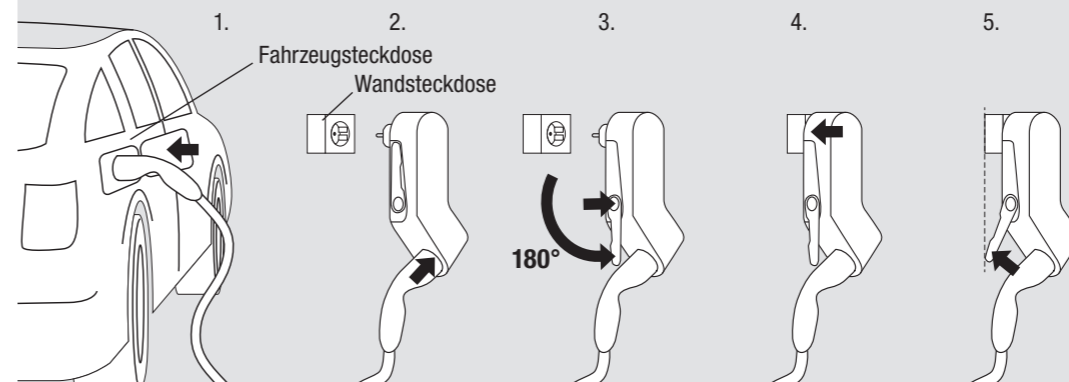

Abb. 2: Reihenfolge beim Laden
- Mobility Dock nur senkrecht hängend und abgestützt an einer Wandsteckdose betreiben, um eine Zugbelastung der Wandsteckdose zu vermeiden (siehe Abb. 2 ). Starke Belastungen können Mobility Dock und/oder Steckdose beschädigen.
- Den Mobility Dock erst in die Steckdose stecken, wenn der Ladestecker in der Typ 2 Steckdose (C) eingerastet ist. Sonst kann die Steckdose beschädigt werden.
Der Mobility Dock ist ein Mode 2 Not-Ladegerät zum gelegentlichen, ortsveränderlichen Gebrauch. Dauerhafter Einsatz nur in sicherer, unbewegter und senkrechter Lage. Betrieb nur an mechanisch und elektrisch geeigneten, wandmontierten Steckdosen (siehe Abb. 2, Schritt 5)!